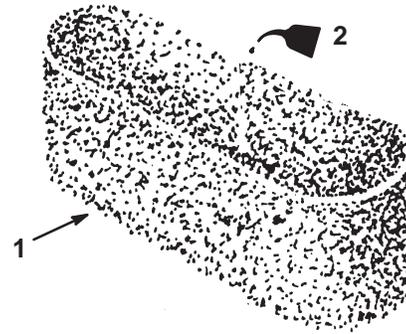

Abbildung 29
- C. Etwas Öl auf den Einsatz geben (Abb. 29). Den Einsatz drücken, um das Öl zu verteilen.